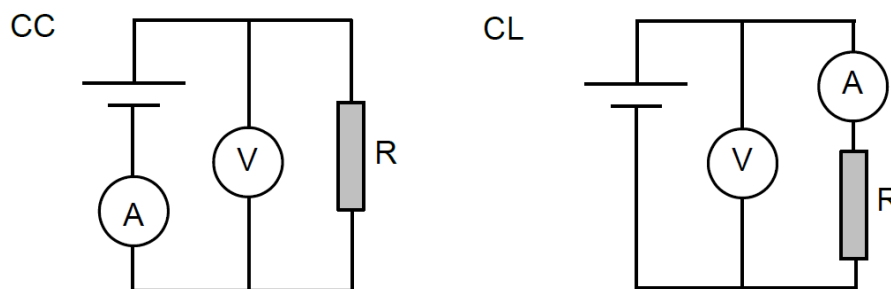

Figura 1. Medición indirecta de resistencias, circuito corto (izquierda) y circuito largo (derecha).
Para este propósito, existen dos modos posibles de conectar los instrumentos: circuito corto (CC) y circuito largo (CL), como se muestra en la Figura 1.